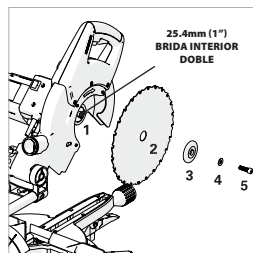

Fig. 40d
- Monte el nuevo disco (**Fig. 40d**). Asegúrese de que la flecha indicadora de sentido de giro del disco coincide con la flecha que indica el giro a favor de las agujas del reloj en el protector superior.